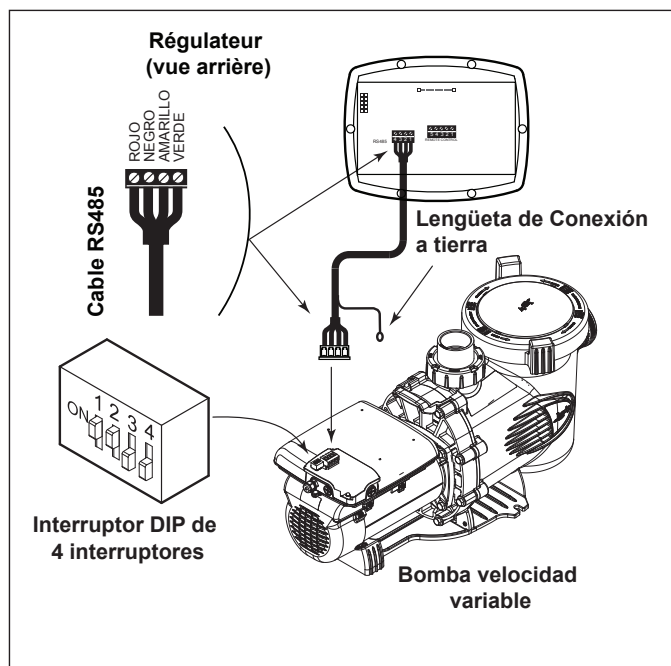

Figura 4. Cableado del controlador ePump (JEP-R) a la bomba ePump, Motor A.O. Smith
4. Inserte los cuatro (4) cables del cable RS-485 al conector RS-485. Haga coincidir los colores de los cables con las posiciones del conector de la siguiente manera: 1- rojo, 2- negro, 3- amarillo y 4- verde. Vea la figura 4.
6. Deslice los interruptores DIP 1 y 2 arriba, quedando en la posición de encendido y los interruptores DIP 3 y 4 hacia abajo, quedando en la posición apagado. Vea la figura 4.